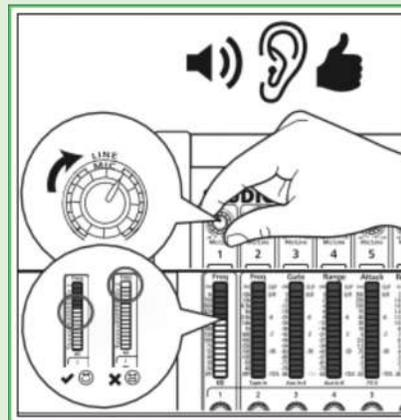

Imagen 28. Nivel de Ganancia.
7. Se debe configurar la ganancia de cada canal con la perilla “Trim/Gain” (imagen 22). Gire la perilla o potenciómetro, mientras observa el medidor hasta que se iluminen los leds verdes un poco más de la mitad. **No** debe encenderse el led Rojo (imagen 28).